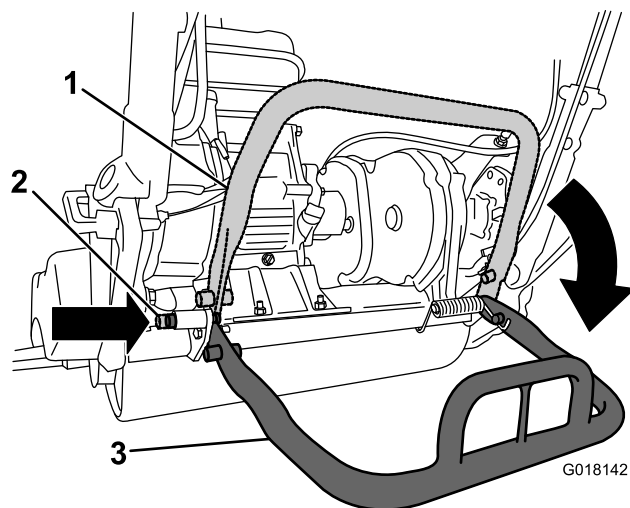

Figure 5
2. Abaissez la béquille et appuyez sur la goupille de verrouillage pour bloquer la béquille en position d'entretien (Figure 5). Laissez appuyer la machine sur la goupille de verrouillage.